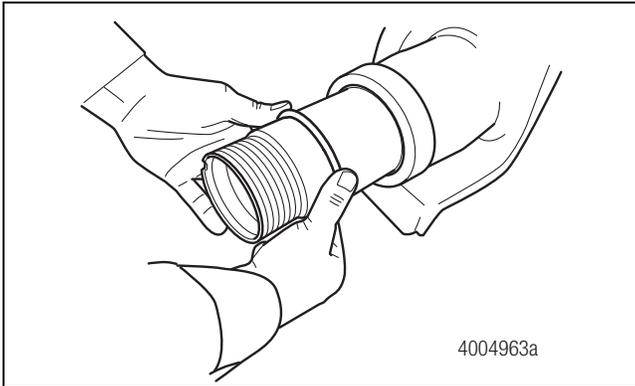
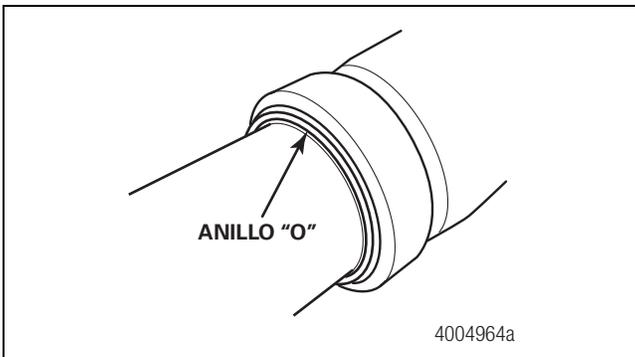

Figura 3.25
Figura 3.26
- B. Deslice el anillo "O" sobre la espiga. Figura 3.25. El anillo "O" debe colocarse de manera que descansa en el radio de la esquina del collarín de presión. Figura 3.26.